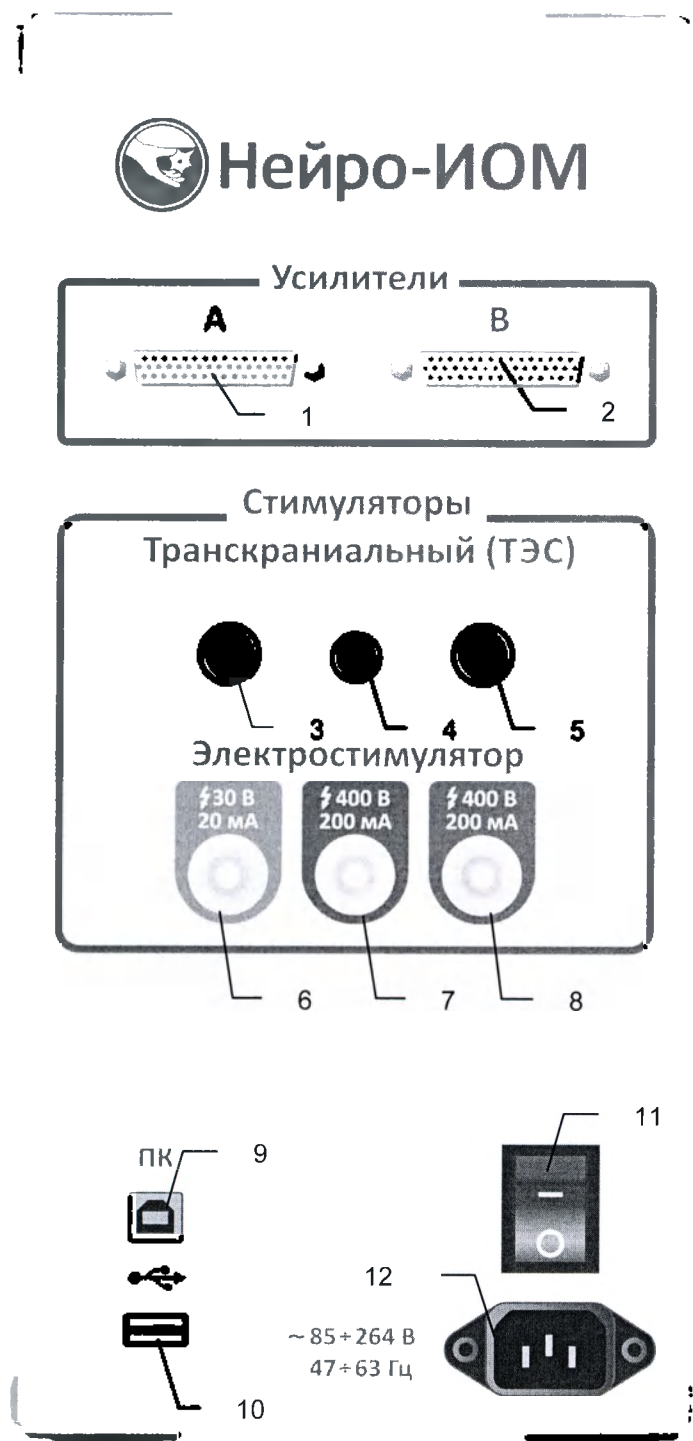

Рис. 2. Передняя панель электронного блока «Нейро-ИОМ».
Внешний вид передней панели электронного блока «Нейро-ИОМ» представлен на рис. 2.
18. Разъем (красный) для подключения к выходу анода (+) транскраниального стимулятора электронного блока «Нейро-ИОМ» (поз. 5, рис. 2).
19. Разъем (черный) для подключения к выходу катода (–) транскраниального стимулятора электронного блока «Нейро-ИОМ» (поз. 3, рис. 2).
20. Разъем кабеля управления для подключения к разъему (4) транскраниального стимулятора на электронном блоке «Нейро-ИОМ» (рис. 2).